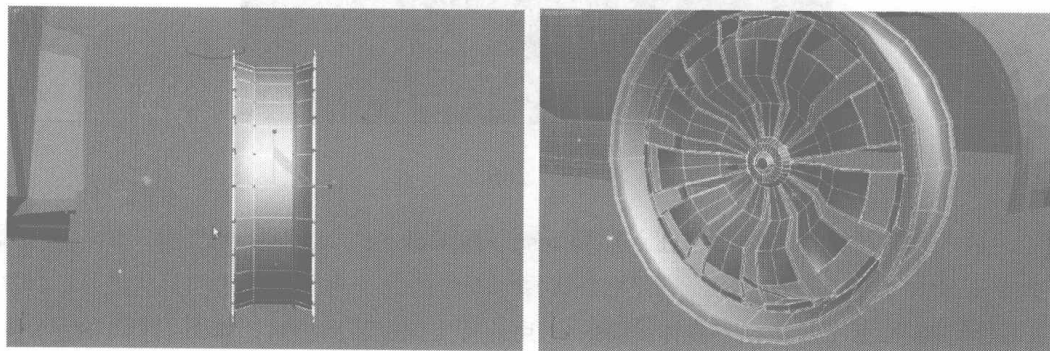

图 7.270
- 30** 单击右键，在弹出的快捷菜单中选择 Convert to Editable Poly 命令，将该物体转换为可修改的 Polygon 模型。调整模型的形状和位置，如图 7.270 所示。